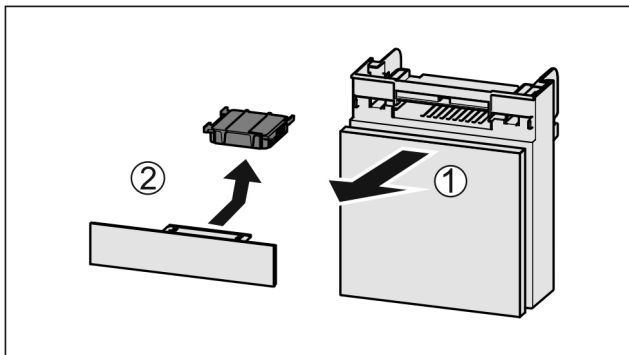

Fig. 82
- ▶ Retire el compartimiento hacia delante Fig. 82 (1).
- ▶ Retire el filtro de carbón activo Fig. 82 (2).